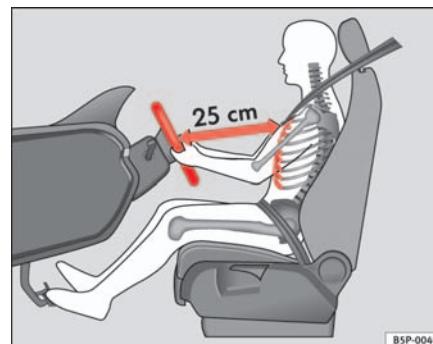

Fig. 113 Posición correcta del conductor
- Ajuste el volante hasta alcanzar la posición deseada ⇒ fig. 113.
- Ajuste el asiento del conductor o el volante de modo que quede una distancia mínima de 25 cm entre el volante y el tórax ⇒ **página 161, fig. 113**. ¡Si no respeta la distancia mínima, el airbag no le protegerá adecuadamente y corre peligro de muerte!